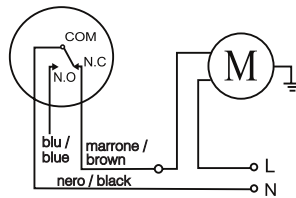

Fig.2
- Protezione della pompa o modalità di svuotamento automatico (Fig.2)
- Pump protection and auto-emptying mode (Fig.2)